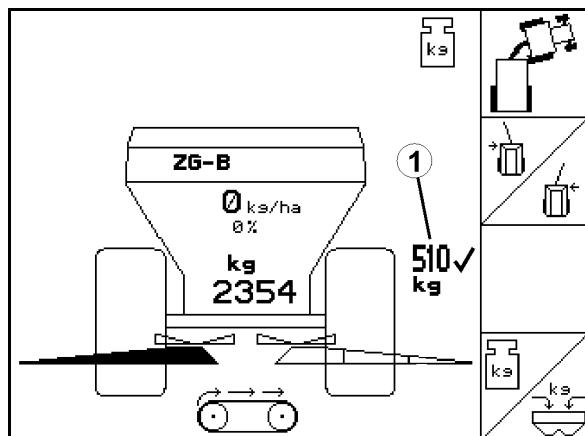

Fig. 27
- En el menú de trabajo se visualiza la dosis de abono aplicada (Fig. 27/1).